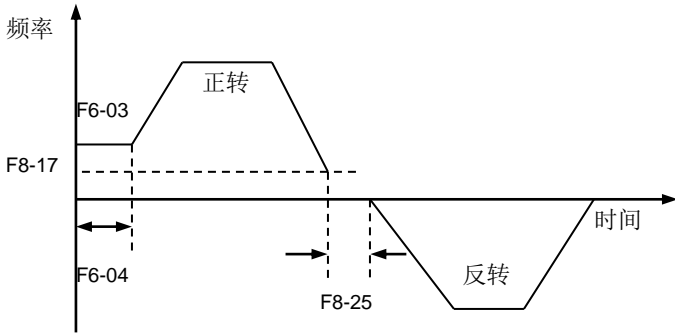

图 6-30 正反转死区时间
- 变频器转向发生改变时, 输出频率在 0Hz 处的过渡时间。如图 6-30 所示。